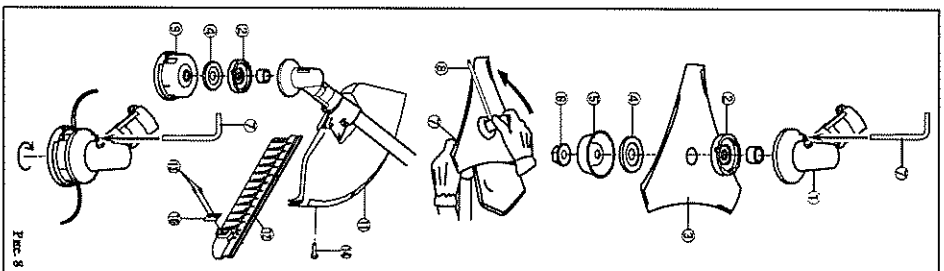

Рис. 8
5. Установка режущего оборудования (рис. 8)